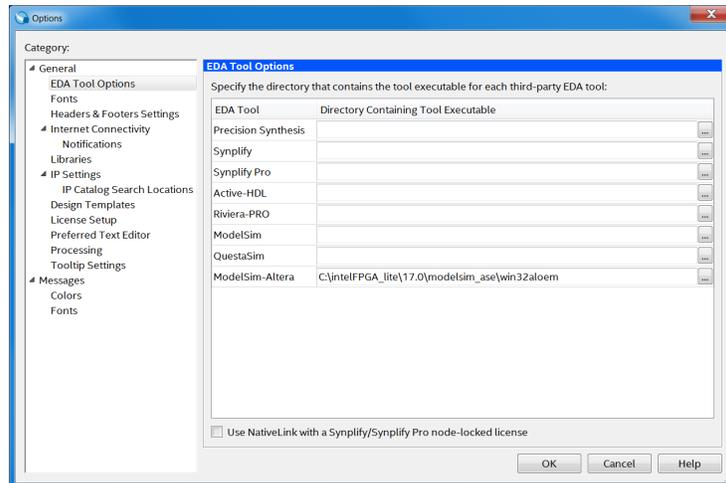

Figura 3 – Path correto para a ferramenta de simulação (em Windows).
5. Verifique se a *path* “*ModelSim-Altera*” em “*Tools → Options (EDA Tool Options)*” está de acordo com a Figura 3 (localização no disco da ferramenta de simulação “*ModelSim-Altera*”: “*C:\intelFPGA_lite\17.1\modelsim_ase\win32aloem*” – em Windows ou tipicamente “*/opt/intelFPGA_lite/17.1/modelsim_ase/linuxaloem*” – em Linux).